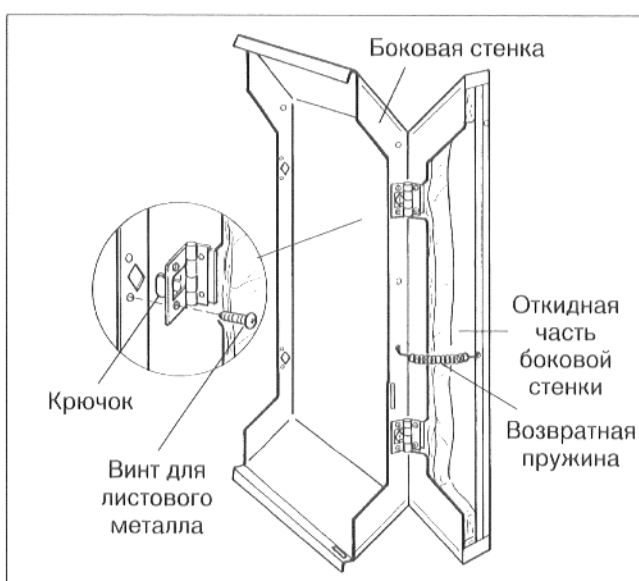

Рис. 36
- Зацепить крючки шарниров у откидной части боковой стенки в вырезы передней боковой стенки и закрепить винтами для листового металла (рис. 36).
- Зацепить возвратную пружину за боковую стенку и за откидную часть боковой стенки (рис. 36).